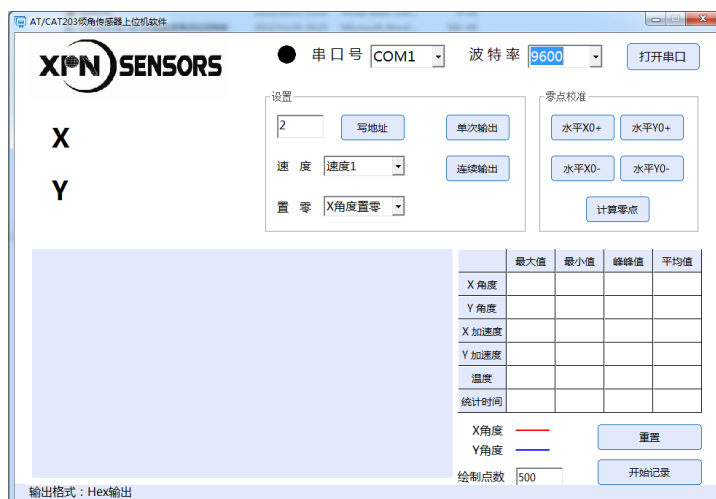

图 5-1-1
- (1) 供电（典型值 12V）。
- (2) 连接传感器和计算机串口。
- (3) 运行“CAT203 用户软件.exe”软件，界面如图 5-1-1。